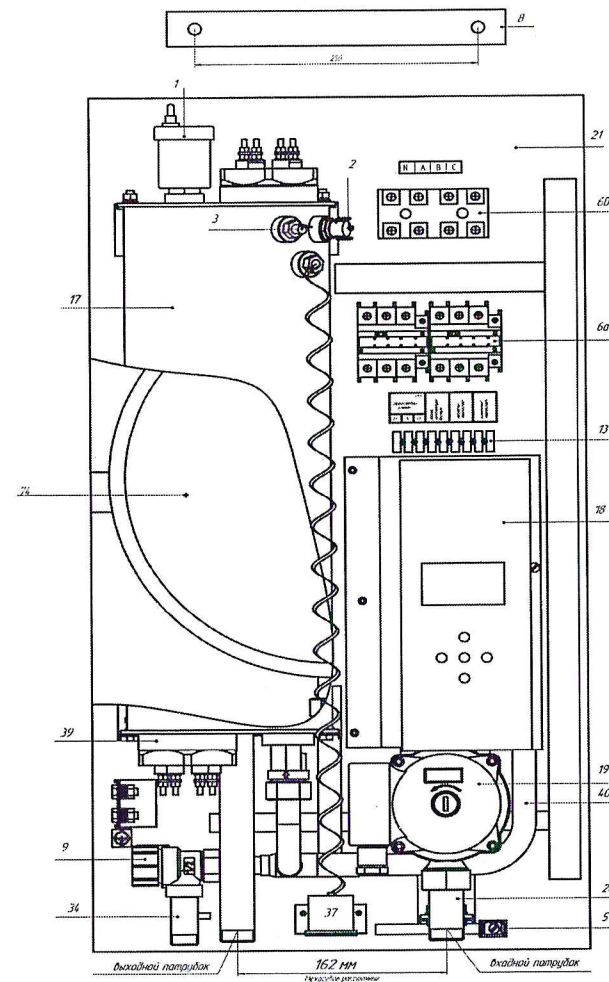

Рисунок 3
9.1 Установочные крепежные размеры, межосевое расстояние подводящих патрубков, а также расстояния до стен пола и потолка см. на рис. 3,4,5.
11.1 Закрепить кронштейн (закладную) на стене монтажными шурупами и навесить котел в вертикальном положении патрубками вниз (рис.3).